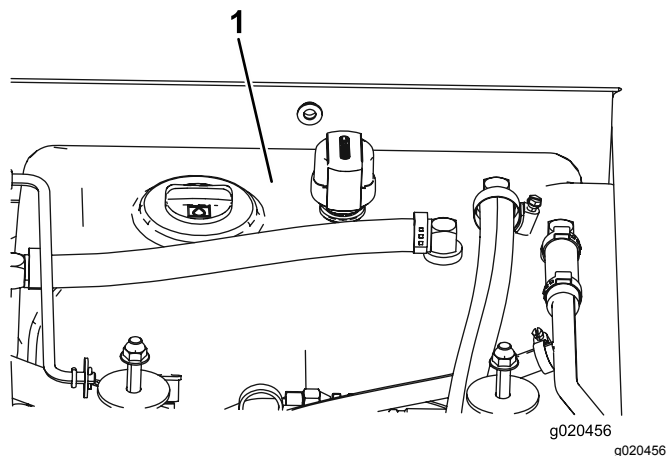

Figura 96
- Riempite il serbatoio (Figura 96) di fluido idraulico; fate riferimento a Controllo del fluido idraulico \(pagina 68\).